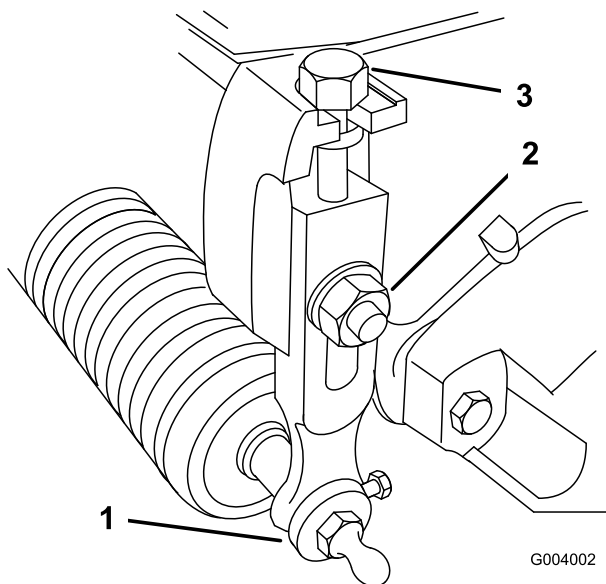

Figura 8
1. Allentate i dadi di bloccaggio che fissano i bracci dell'altezza di taglio alle piastre laterali dell'apparato di taglio (Figura 8).